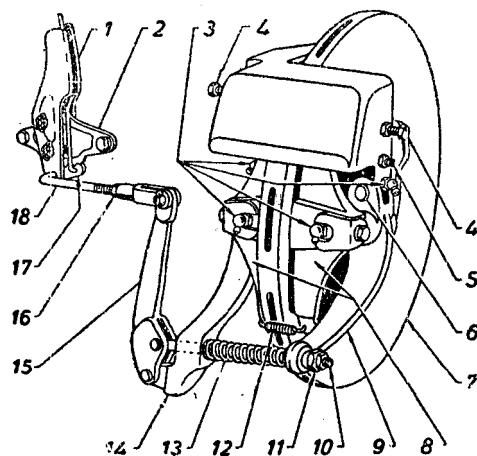

Рис. 37. Ручной тормоз.
1. Поставить ручной рычаг тормоза 1 (рис. 37) в положение, соответствующее полностью отпущенными колодкам (расстороженное), расшплинтовать и разъединить тягу 18, соединяющую его нижний конец с рычажной системой тормоза.